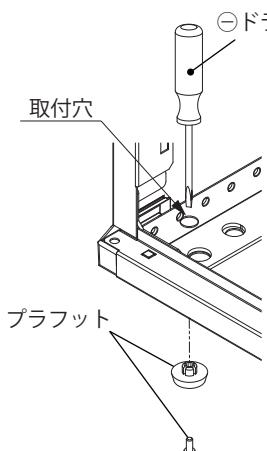

図 6
- ラック本体底面の取付穴にあるプラット（4か所）を \ominus ドライバーなどを利用して、ラック内側からプラットの中央部を押して取り外してください。（図 6）